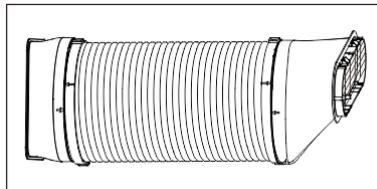

Abb. 3
- 3) Nach dem Zusammenbau, wie in der Abbildung (Abb. 3)